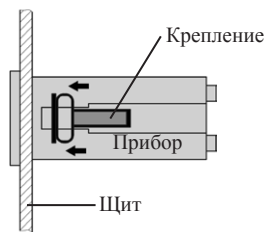

Рис. 3 – Установка прибора
3. Закрепите прибор в щите с помощью двух креплений (входят в комплектацию прибора) таким образом, чтобы щит оказался между передней панелью и креплением, см. рис. 3.